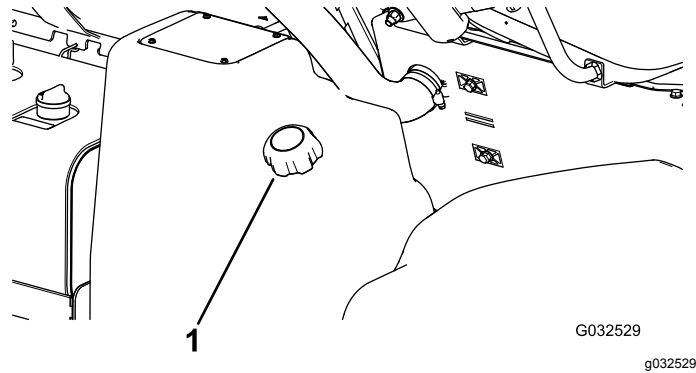

Figura 19
- Limpie la zona alrededor del tapón del depósito de combustible (Figura 19).